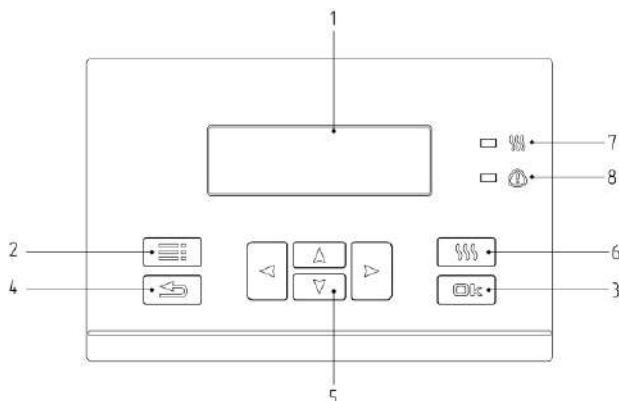

Рисунок 5. Блок управления. Начальный вид - Главное окно.
4.6 На рис. 5 отражены основные элементы блока управления: